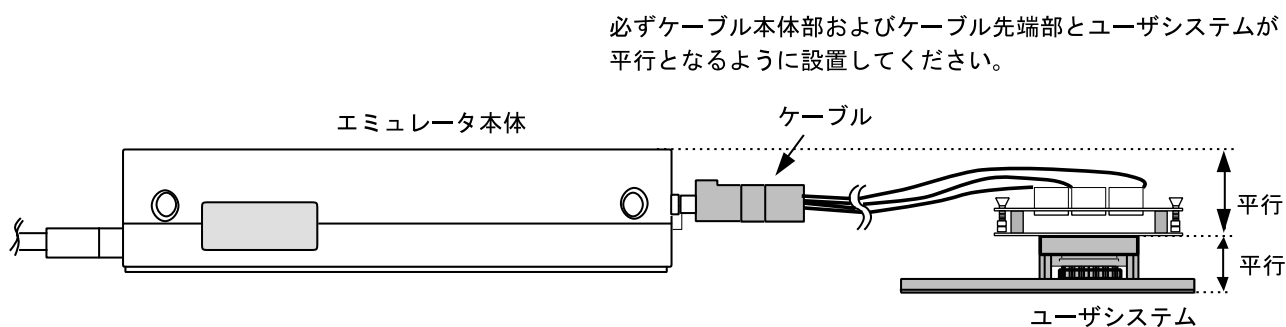

図10 設置例
- (1) ユーザシステムへの接続時には1ピン位置に十分注意して、誤接続は絶対にしないでください。
- (2) 本ユーザシステムインタフェースケーブルを使用する場合の推奨マウントパッド寸法は、MCU実装用マウントパッド寸法とは異なりますので注意してください。
- (3) 本ユーザシステムインタフェースケーブルは、HS3052EPI61Hエミュレータ専用ですので、他のエミュレータ本体には使用しないでください。
- (4) ケーブル本体部が断線する可能性がありますので、本ユーザシステムインタフェースケーブルの上に重いものや金属等の角の尖ったものを置かないでください。
- (5) ユーザシステムに接続した状態では、ユーザシステムインタフェースケーブル、特にケーブル先端部に無理な力が加わらないように注意する必要があります。図10の設置例を参照してご使用ください。